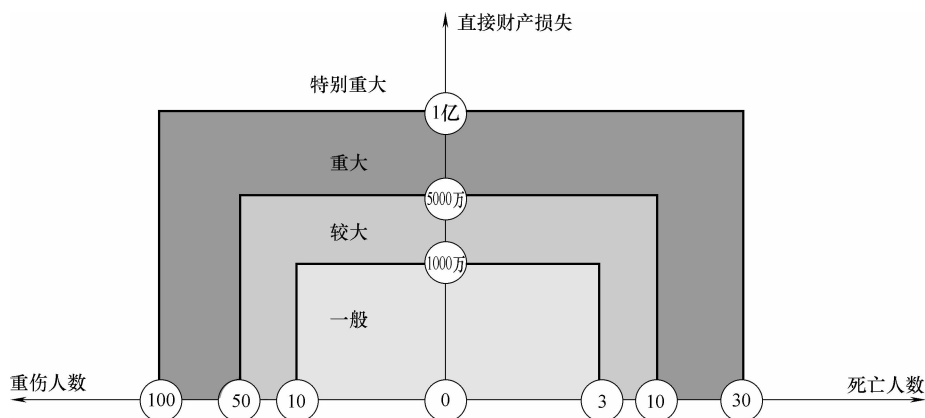

图 1.2-2 火灾损失程度分类
(2) 火灾按照火灾损失程度分类, 见表 1.2-2, 如图 1.2-2 所示。